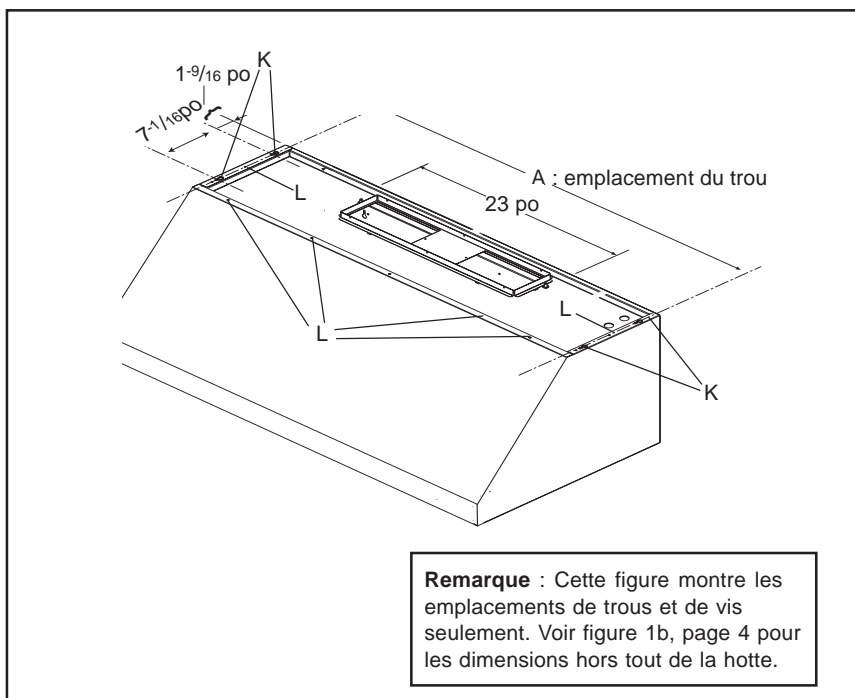

Figure 10 : Emplacement du trou et de la vis.
La figure 10 montre les quatre trous de vis (K) utilisés pour installer la hotte au bas de l'armoire.
1. À la base de l'armoire, percer un trou de 1/8 po (voir dimension A à la figure 10 et dans le tableau). Visser quatre vis n° 10 x 1 po (fournies avec la hotte), laissant 1/4 po exposé.
5. Depuis l'intérieur de la hotte, insérer les vis fournies. Percer par les trous (utiliser les vis n° 8 x 5/8 po fournies), une de chaque côté et quatre le long du devant, dans le bas de l'armoire. Voir les trous de vis étiquetées «L», figure 10.
### Dimensions du trou de la ligne centrale pour les figures 10 et 11.